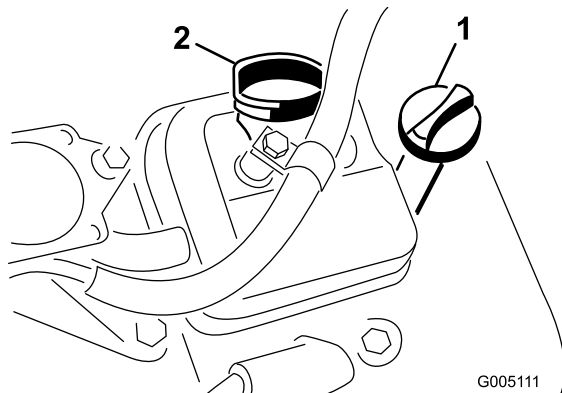

Figura 21
3. Avvitare l'asta nel tubo e verificare che sia fissata saldamente (Figura 21).